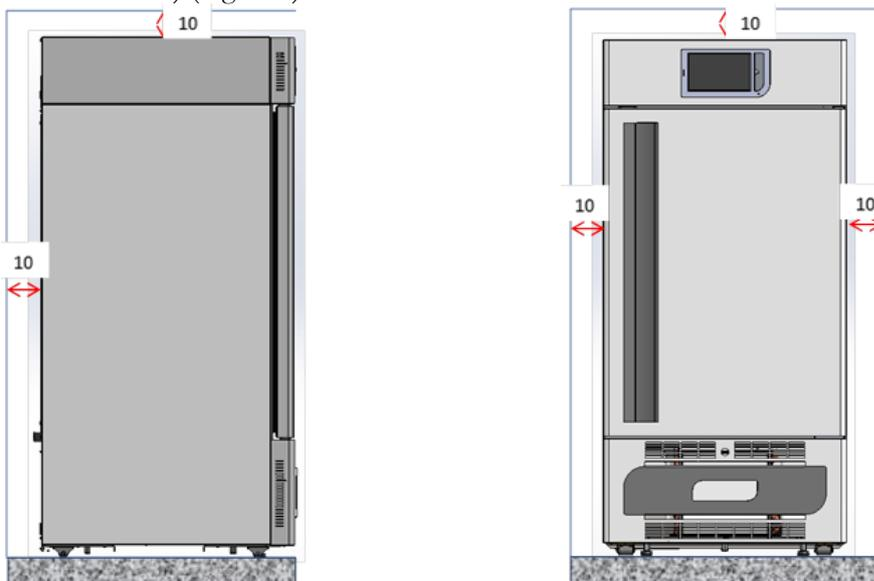

Figure 1 – placement appareillage
- placer la machine tout en maintenant une distance minimum de 10 cm de n'importe quelle paroi (dans le cas d'encastrement dans des ameublements, l'aération correcte du groupe condensation doit toujours être garantie (compresseur / motoventilateurs) (Figure 1)